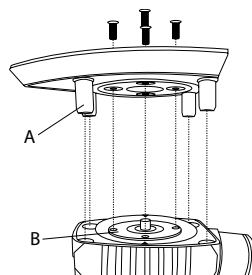

Bild 1
- ♦ Montera den slippatta du vill ha. Försäkra dig om att fästplattan **B** riktas efter slippattan. De gängade hålen på fästplattan **B** måste riktas efter motsvarande hål på slippattan. Gummistiften **A 15** (endast slippatta **9** och **11**) ska passa till hålen på produkten (se bild 1).